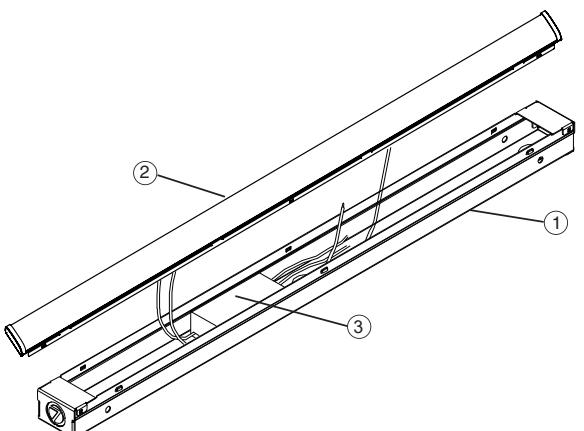

Figure 1
- Retirer les composantes de l'appareil et tout emballage de pièces. S'assurer que toutes les pièces sont incluses. Voir la Fig. 1.
1. Remove fixture components and parts pack(s). Check that all parts are included. See Fig. 1.
1. Saque los componentes del luminario y paquete(s) de piezas. Compruebe que todas las piezas estén incluidas. Vea Fig. 1.